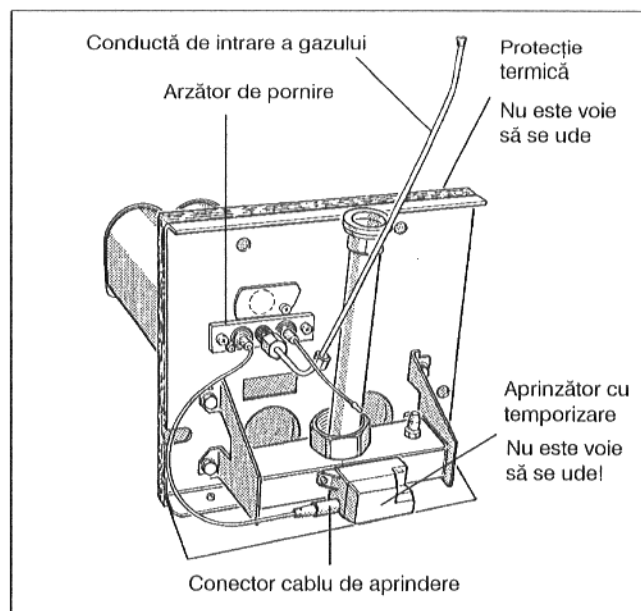

Fig. 46: Arzătorul de gaz
- Se desprinde conectorul cablului de aprindere de pe aprinzătorul cu temporizare (Fig. 46).
- Se deșurubează ambele șuruburi de pe aprinzătorul de pornire și acesta se scoate cu atenție (Fig. 46).
- Lăncile arzătorului se pun în apă și se perie cu substanța de curățire. Trebuie avut grijă ca protecția termică și aprinzătorul cu temporizare să nu se ude! Dacă este cazul, să se deșurubeze aprinzătorul cu temporizare (Fig. 46).